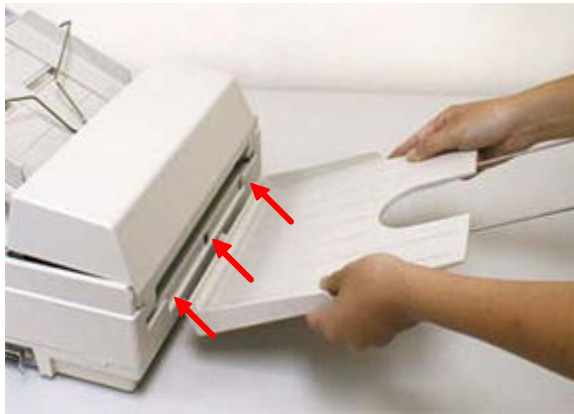

Figure 2-5 - Installer le réceptacle papier de l'ADF
Réceptacle papier de l'ADF (figure 2-5)
- i). Maintenez le réceptacle papier avec un angle d'environ 30° comme illustré dans la figure 2-5.
- ii). Insérez les trois attaches du réceptacle dans les trois fentes de l'ADF ①.
- iii). Abaissez doucement le réceptacle papier ②. Assurez-vous qu'il est fermement fixé à l'ADF.